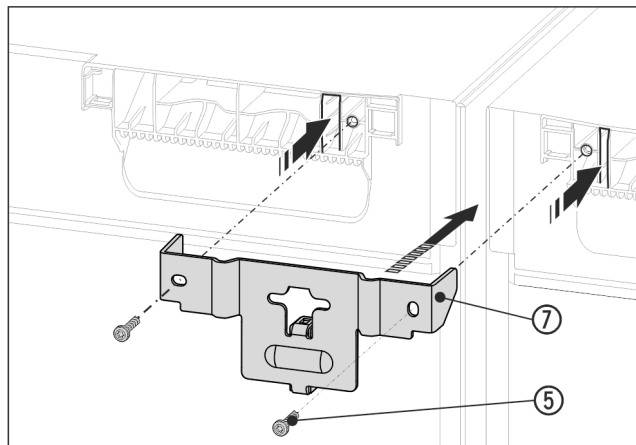

Fig. 15 Representación a modo de ejemplo
- ▶ Deslice el ángulo Fig. 15 (7) con el espaciador entre los aparatos y empuje con las abrazaderas en la cubierta del aparato. Apriete con 2 tornillos Fig. 15 (5).